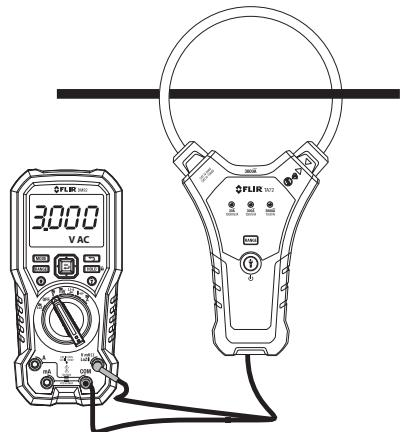

Fig. 5-1 Verbinden met de DMM
2. Verbind de klemadapter met de DMM ingangsaansluitingen met behulp van de meegeleverde banaanstekkers (Fig. 5-1).